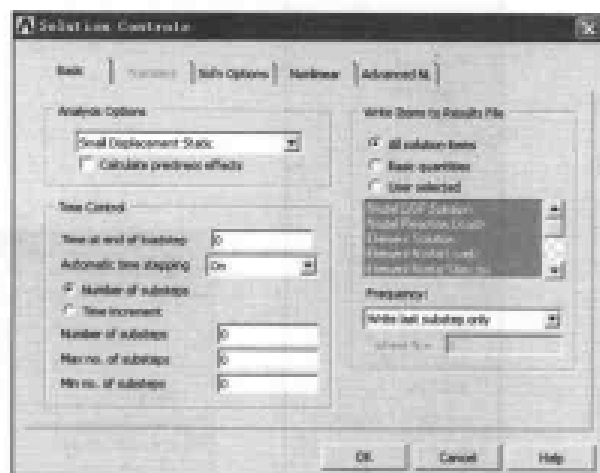

图 13-61 求解控制基本选项设置对话框
(1) 选择 Main Menu | Solution | Analysis Type | New Analysis 命令, 出现 New Analysis 对话框, 选择分析类型为 Static, 单击 OK 按钮关闭该对话框。
(2) 选择 Main Menu | Solution | Analysis Type | Sol'n Controls 命令, 出现 Solution Controls 对话框, 参照图 13-61 对其进行设置, 单击 OK 按钮关闭该对话框。